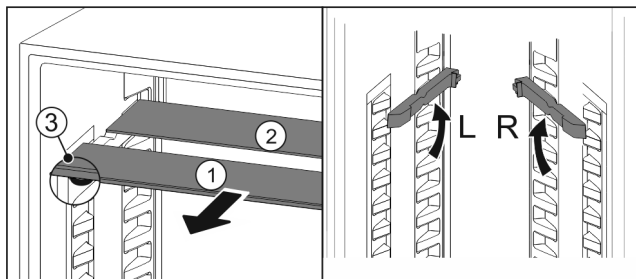

Fig. 103
- ▶ Retire las planchas de cristal individualmente hacia delante Fig. 103 (1).
- ▷ La placa de vidrio Fig. 103 (1) con moldura está situada delante.
- ▷ Los topes Fig. 103 (3) miran hacia abajo.